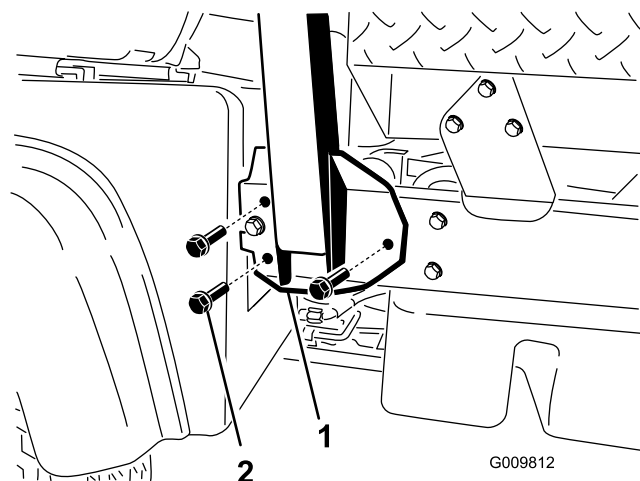

Figura 6
2. Alinhe cada lado da barra de segurança com os orifícios de montagem em cada lado do chassis da máquina (Figura 6).
parafusos de cabeça flangeada (½ pol. x 1¼ pol.) em cada lado (Figura 6).